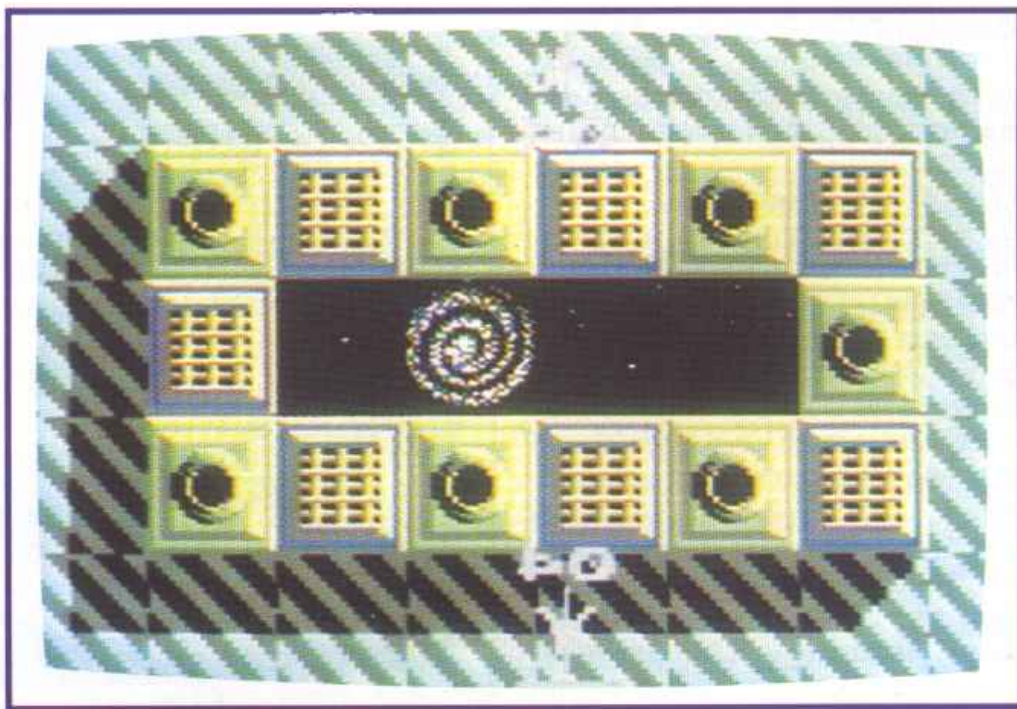

Figura 3. Una zona del paesaggio e i cursori per la delimitazione del campo di un livello di gioco.
- **Edit level map.** Permette di definire l'ampiezza di un livello (tenete presente che un livello definito Still non può essere più ampio di una schermata). Il livello che si vuole definire può essere scelto dopo aver attivato l'opzione Edit Level Parameters. Il livello su cui si è posizionati quando si esce da questa opzione è quello che può essere editato. Appena si attiva l'opzione vengono visualizzati una schermata della mappa del gioco e un cursore a forma di freccia (figura 3) che indica l'inizio del livello e può essere sposta-